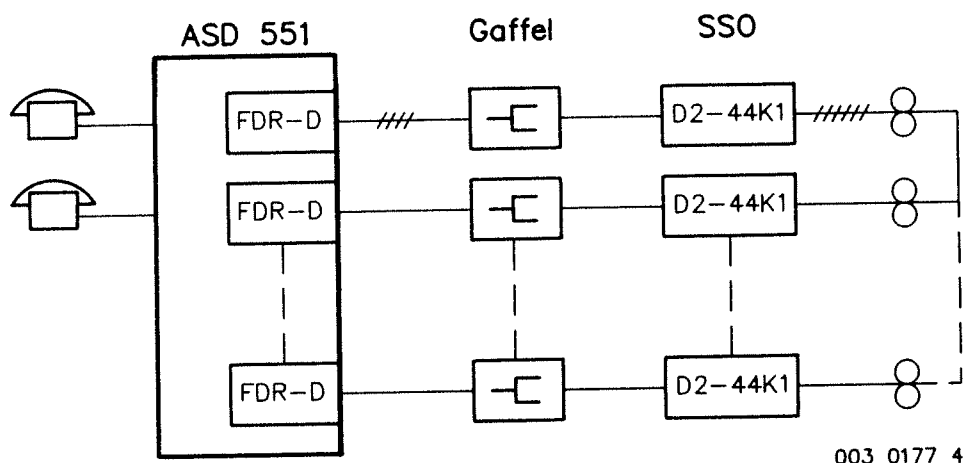

Bild 3. Slingkoppling för prov mot EO
- Slingkoppla en avgående FDR-D till en ankommande FDR-D enligt bild 3. Använd provkoppelmarkering enligt G1553-204, avsnitt 2.3, som hjälp för val av avgående FDR-D.